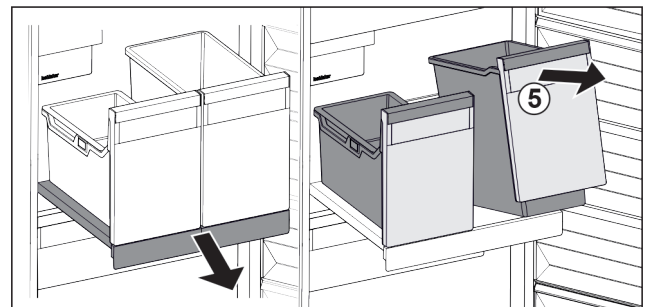

Fig. 89
- Løft beholderen Fig. 89 (5) foran.